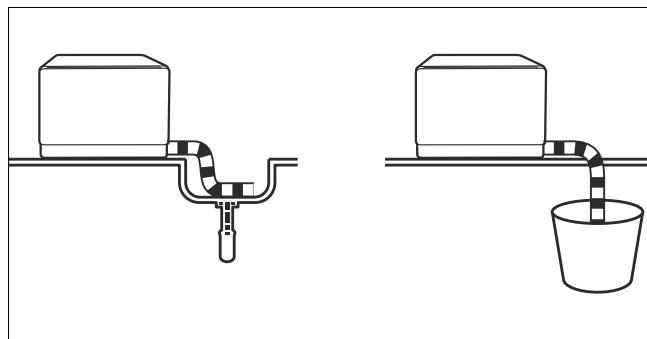

Fig. 14 – Guiar hacia un fregadero o recipiente
- ▶ Cuelgue el extremo de la manguera de vaciado en un fregadero o en un recipiente suficientemente grande (≥ 12 litros) (véase Fig. 14).
- ▶ Una vez que se hayan realizado las conexiones de alimentación y de salida de agua, enchufe la clavija de enchufe (7) en la toma de corriente.